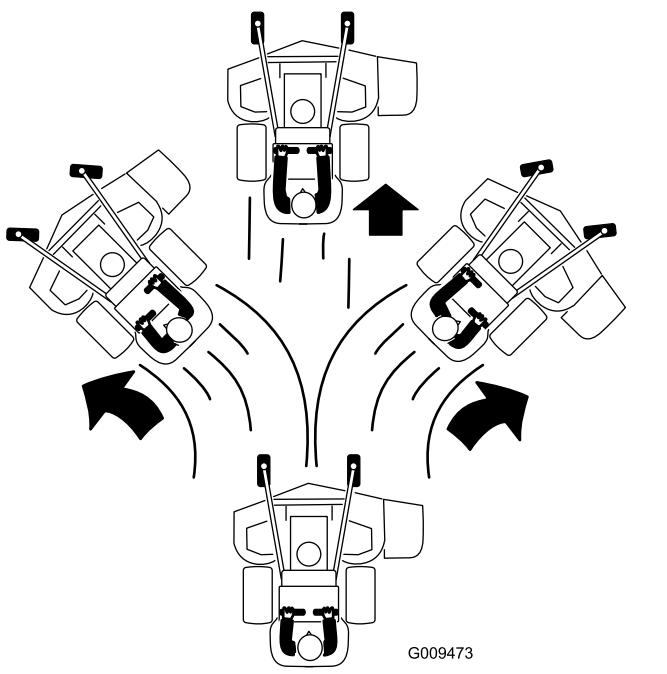

Figura 20
3. Spingete lentamente in avanti le leve di controllo del movimento (Figura 20).